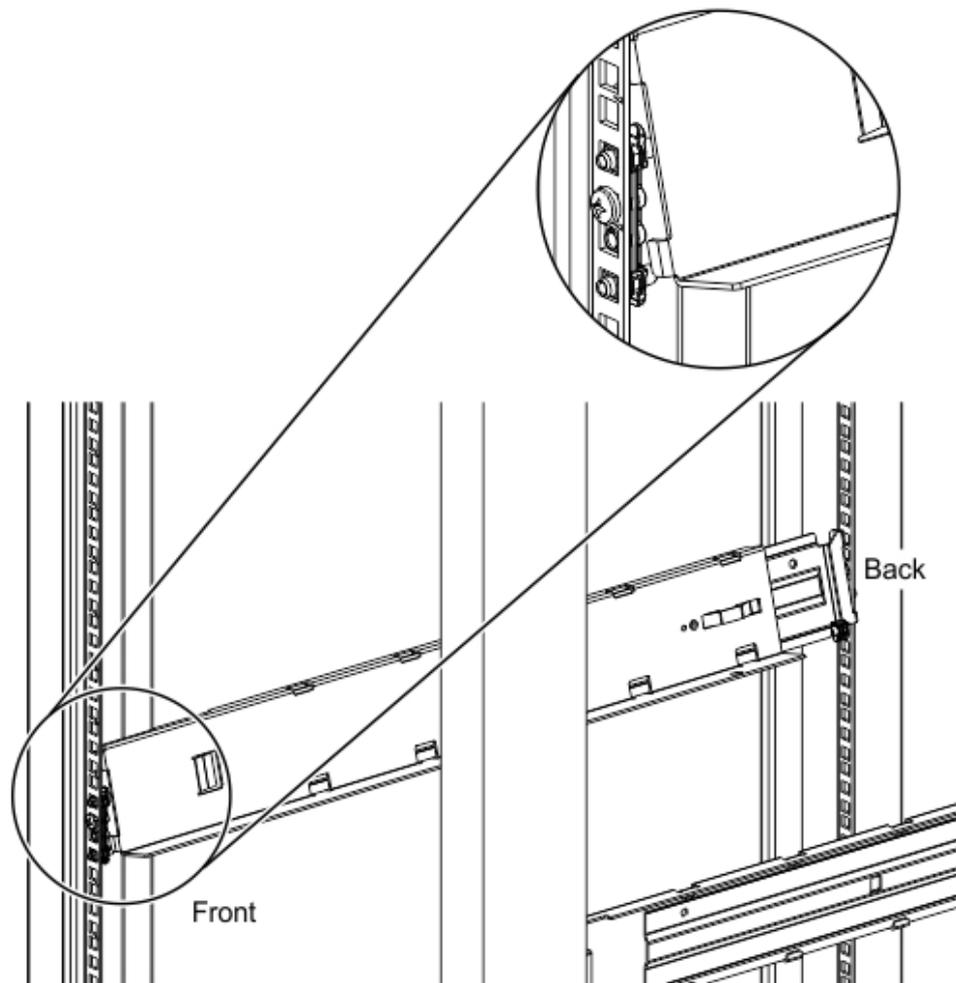

図 1-29 レールのコネクターへのマウント
- d. ラックマウントレールをコネクタにマウントします。図 1-29 を参照。